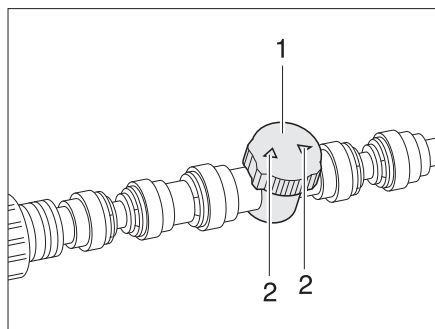

Fig. 112 Regulador del calentamiento del piso/calentamiento para depósito de aguas residuales
- Ajustar el regulador (Fig. 112,1) en el rendimiento de paso deseado (paso máx. = flechas (Fig. 112,2) en la misma dirección que la tubería).
- Girar el regulador (Fig. 112,1) de tal manera que las flechas (Fig. 112,2) queden en posición transversal a la tubería de calefacción.